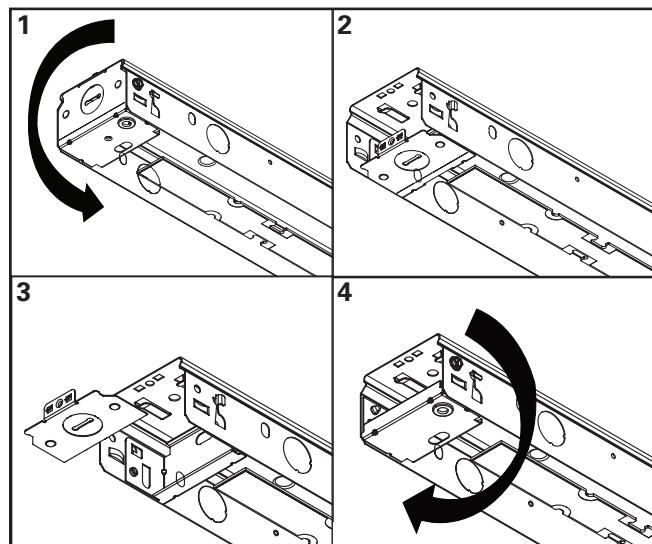

Figura 4.
2. Gire y flexione el soporte del extremo en la unión para crear un pasaje para el cableado. (Figura 4)